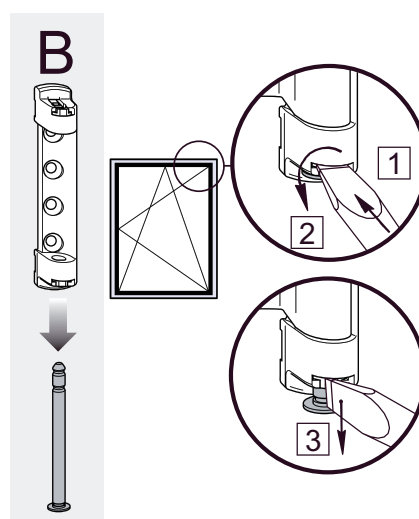

Bild 4: Flügel aushängen
- Stift nur mit einem Schraubendreher gemäß Bild 4 lösen.
2. Stift aus dem Scherenlager lösen (siehe Bild 4: 1, 2, 3).